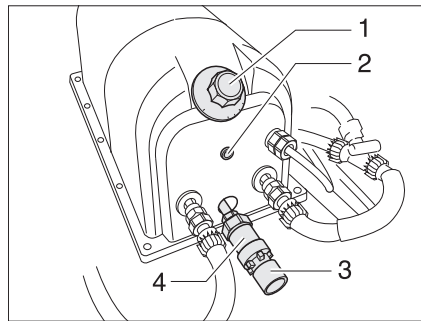

Fig. 126 Caldera Reich
La caldera funciona con 230 V. La caldera calienta aprox. 5 l de agua. La temperatura del agua se puede ajustar en el regulador de temperatura (Fig. 126,1) de la caldera. El agua se puede calentar a máximamente 80 °C.
- Ajustar la temperatura deseada en el regulador de temperatura (Fig. 126,1). La luz de control (Fig. 126,2) está iluminada durante la fase de calentamiento.
- Girar el regulador de temperatura (Fig. 126,1) en sentido contrario a las agujas del reloj hasta la marca "I".
- Ajustar la temperatura deseada en el regulador de temperatura (Fig. 126,1).
- Abrir el vaciado de agua en la válvula de sobrepresión (Fig. 126,4). Para ello, girar el botón giratorio rojo (Fig. 126,3) en sentido contrario a las agujas del reloj.